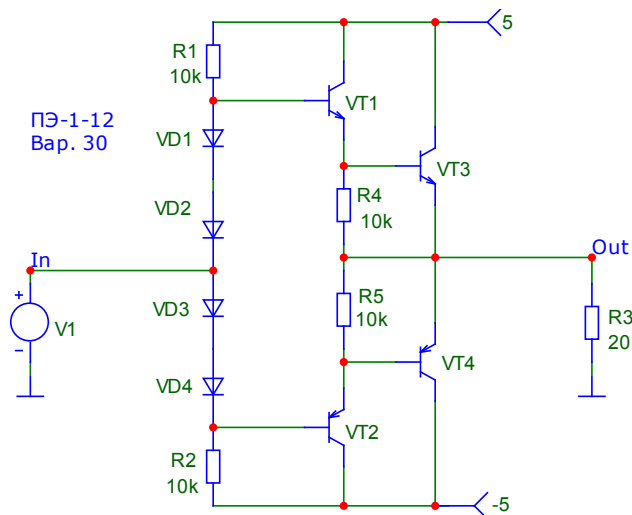

Рисунок 1.3 – Усилитель мощности с составными транзисторами
3.1. Собрать или загрузить из файла схему двухтактного усилителя мощности с составными транзисторами (рис. 1.3). Задать амплитуду источника синусоидального сигнала  $V1 = 3$  В. Указать в поле схемы группу и номер варианта (номер в журнале посещаемости).